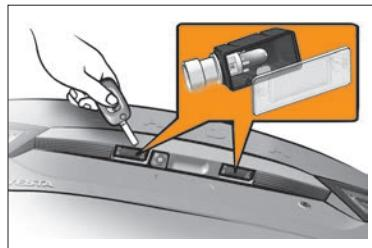

Рис. 15. Посадочное место фонаря освещения номерного знака
- воздействуя на пружинную защелку **3** с правой стороны фонаря лезвием ключа, аккуратно сдвиньте его влево и выведите фонарь из посадочного места (рис. 15);